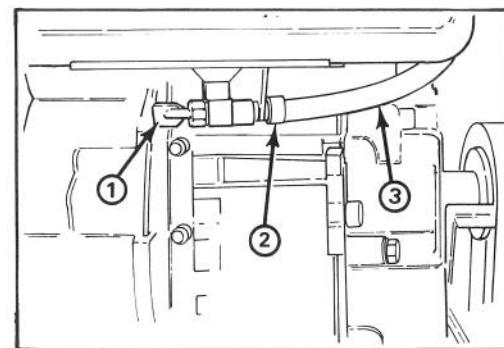

Abbildung 17
1. Den sich unter dem Motor befindenden Absperrhahn schließen (Abb. 17).
3. Die Schlauchklemmen lösen und die Kraftstoffleitung vom Hahn entfernen (Abb. 17).